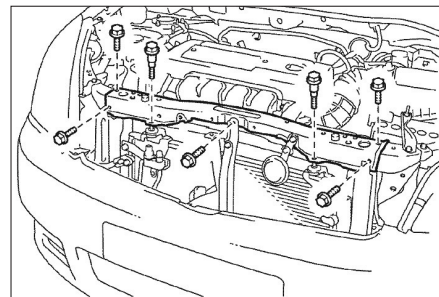

FIG. 26
- Déposer la traverse supérieure de radiateur (fig. 26).